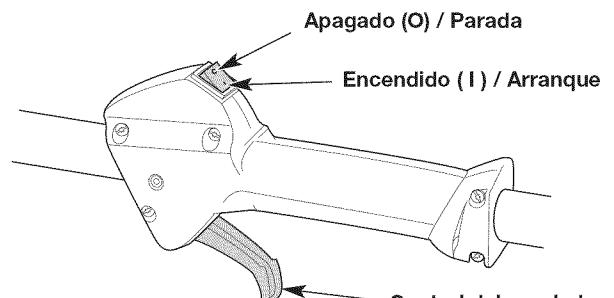

Fig. 8
**NOTA:** No hay necesidad de encender la unidad. El interruptor de Encendido/Apagado debe estar en la posición ENCENDIDO (I) en todo momento (Fig. 8).
6. Apriete el control del regulador (Fig. 8) y tire de la cuerda **5 veces** con movimiento regulado y firme (Fig. 10).
- Oprima y no suelte el interruptor de control de Encendido y Apagado en la posición APAGADO (O) hasta que el motor se detenga por completo (Fig. 8).
- NOTA:** No hay necesidad de encender la unidad. El interruptor de Encendido/Apagado debe estar en la posición ENCENDIDO (I) en todo momento (Fig. 8).
7. Oprima control del regulador y no lo suelte (Fig. 8). Eche a andar el accesorio Speed Start™ durante 2 segundos.
2. Oprima y no suelte el interruptor de control de Encendido y Apagado en la posición APAGADO (O) hasta que el motor se detenga por completo (Fig. 8).